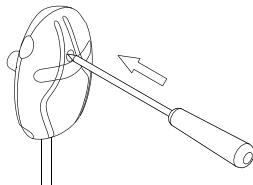

Figure 8. Comment réinitialiser la sécurité-surchauffe
- Le capteur de température est équipé d'une sécurité-surchauffe qui assure la sécurité du poêle et du sauna. Si la température de l'environnement du capteur augmente trop, la sécurité-surchauffe coupe l'alimentation du poêle. La réinitialisation de la sécurité-surchauffe est présentée à la > *Figure 8. Comment réinitialiser la sécurité-surchauffe*